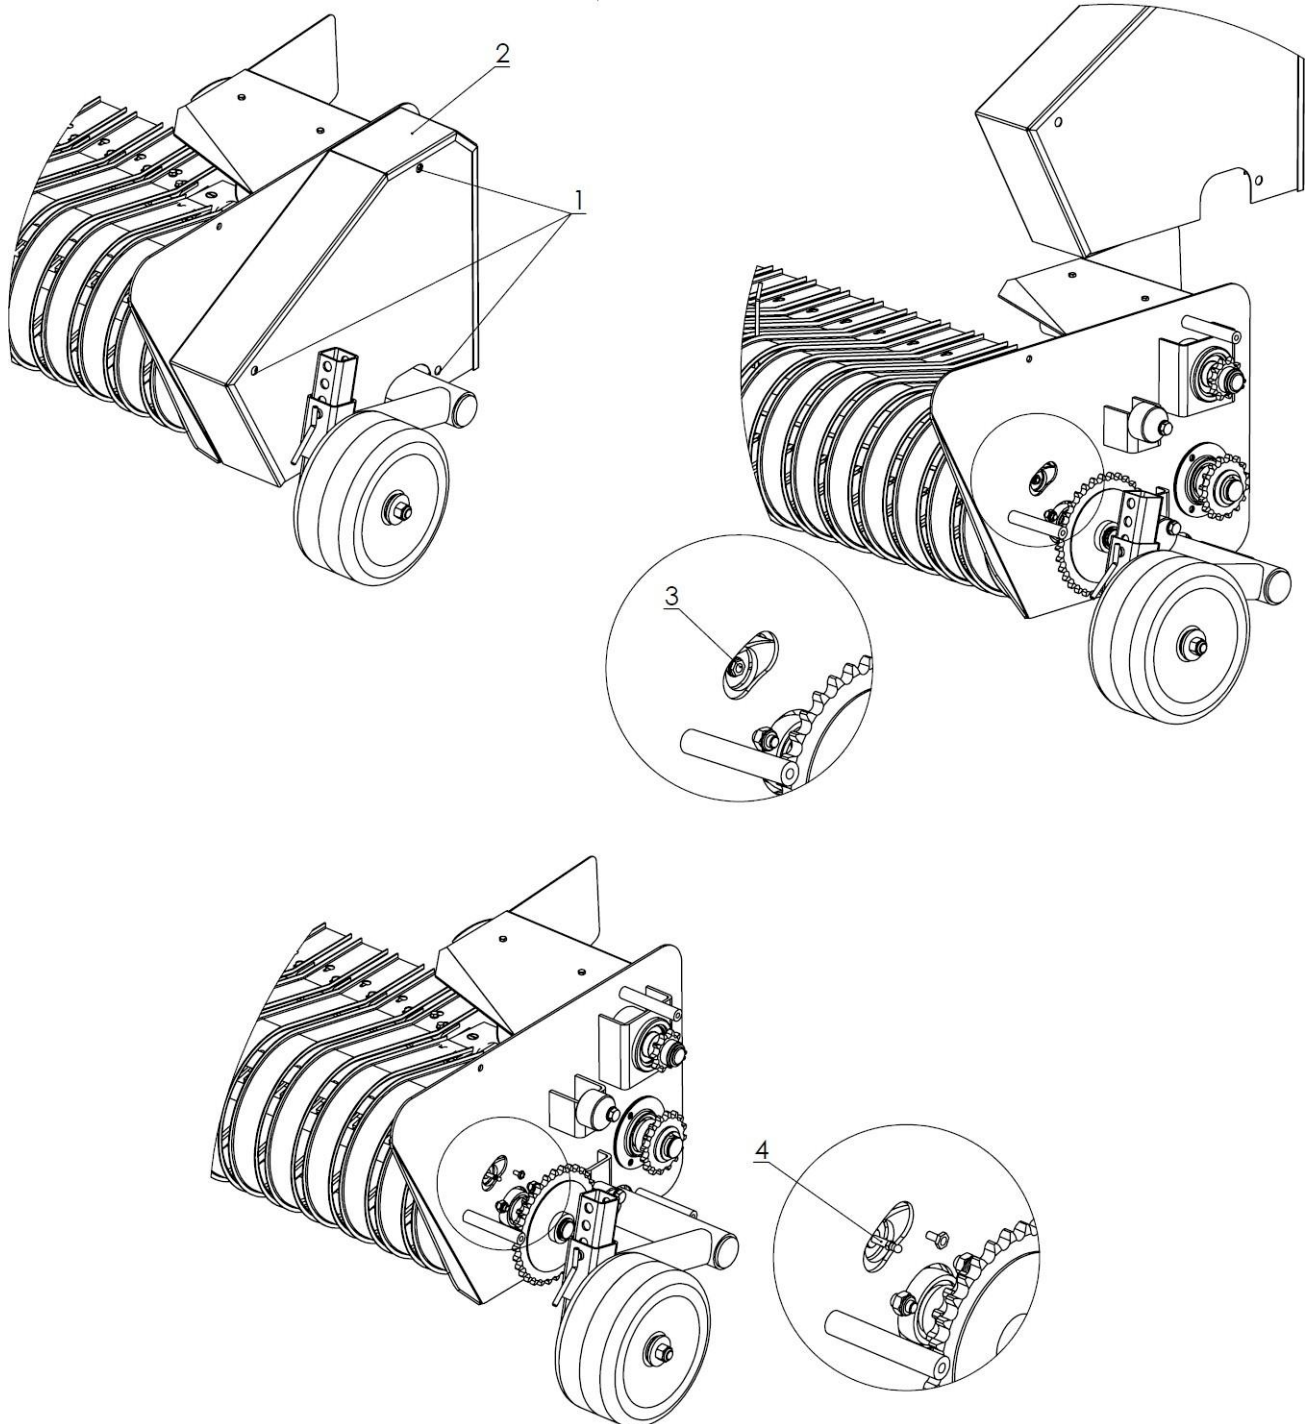

Abbildung 52. Schmierstelle - Rollen der Pickup
Zum Schmieren der Rollen der Pickup (Abb. 52) nehmen Sie die Abdeckung (2) nach Entfernen der drei Schrauben (1) ab. Anschließend entfernen Sie die Sicherungsschraube (3) und ersetzen Sie sie durch den Schmiernippel (4). Schmieren Sie die Rollen der Pickup. Entfernen Sie den Schmiernippel und ziehen Sie die Sicherungsschraube (3) wieder an.